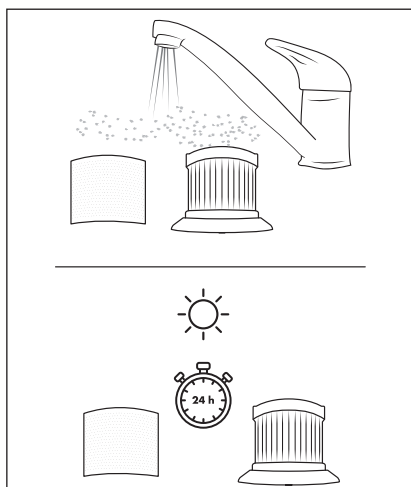

Fig. 13
- 4) Enjuague el filtro EPA **5** y el filtro de acero inoxidable **6** bajo agua fría o templada. Deje que el filtro EPA **5** y el filtro de acero inoxidable **6** se sequen completamente al aire antes de volver a montarlos en el depósito de polvo **2** (consulte la fig. 13).